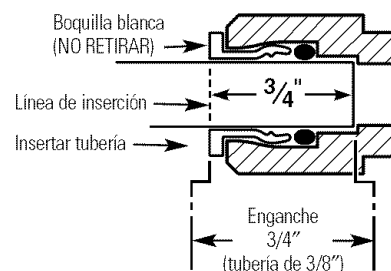

Fig. 11
3. Empuje la tubería firmemente hacia cada conexión en el recolector hasta que la tubería esté nivelado con el collar. (Si se retira la tubería, vuelva a cortar el extremo, mida, marque y vuelva a insertar). La tubería debe estar firmemente insertada para evitar fugas (Fig. 11). **(Para retirar la tubería: Libere y sostenga la boquilla blanca; hale la tubería hacia fuera para retirar.)**